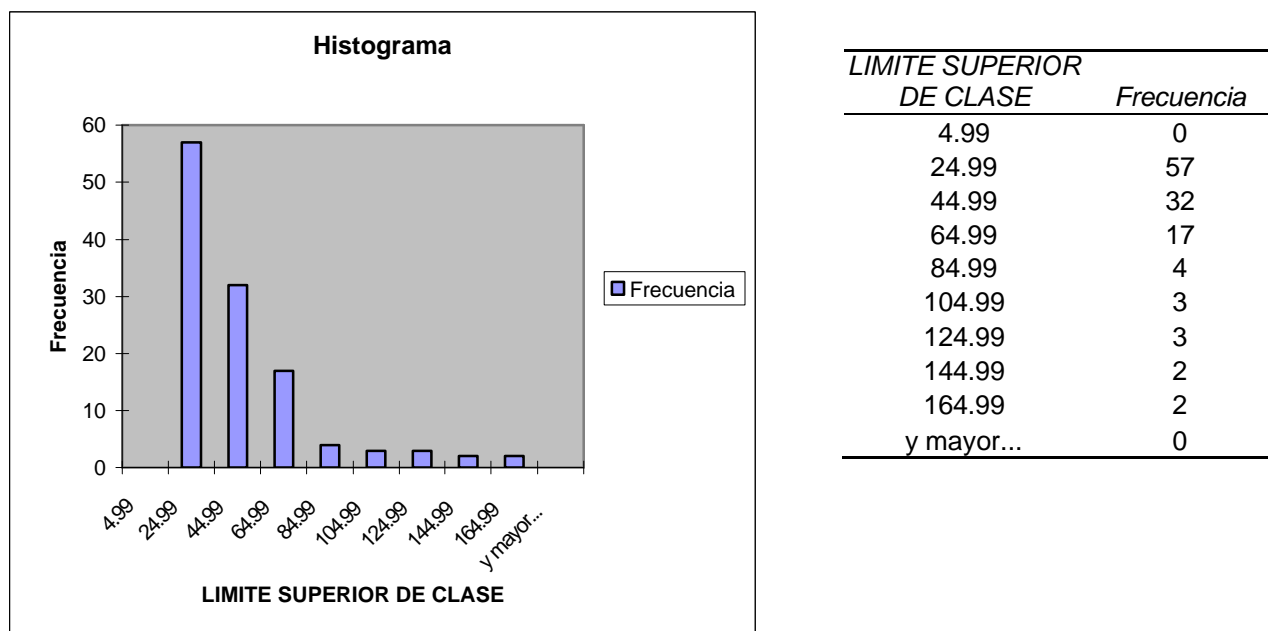

Figura 43 Histograma para los datos de diámetro de los árboles de la Floresta A y tabla de frecuencia para cada clase
d) Observe en la Figura 43, que Excel construyó un gráfico de barras, pero haciendo algunas correcciones, se logrará construir un histograma. Vea los siguientes pasos: